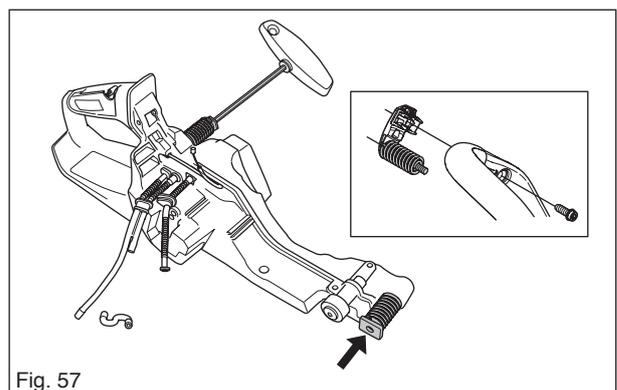

Fig. 57
2. Desmonte el muelle de la empuñadura con una llave Allen de 4 mm (fig. 57).
3. Desmonte los muelles de la unidad de depósito con una llave Allen de 4 mm (herramienta 502 50 18-01), véase la fig. 57.